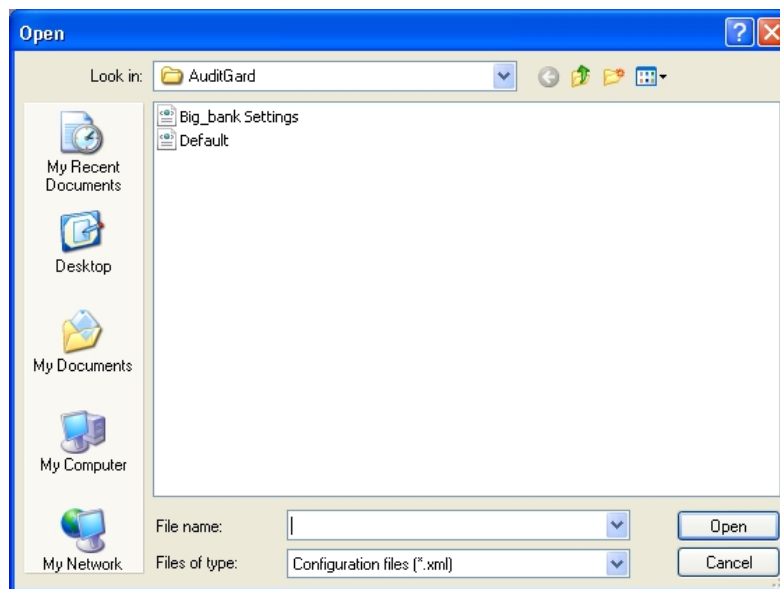

Abbildung 21
2. Wählen Sie die gewünschte Ereignisspeicherdatei aus, und klicken Sie auf die Schaltfläche **Open** (Abbildung 21).